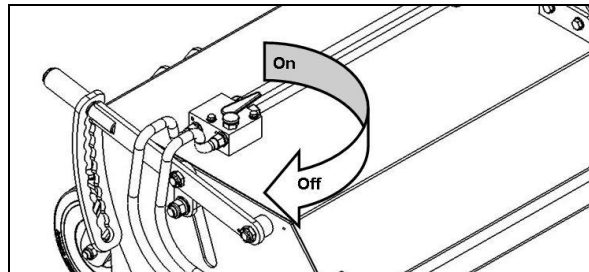

Fig. 4.6
- Fermer la vanne d'arrêt vers le moteur hydraulique de la brosse latérale (fig. 4.6) ainsi que vers le vérin hydraulique du